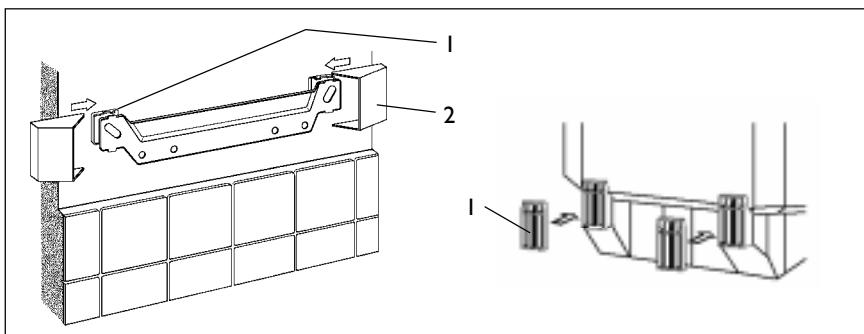

Рис. 7
- Неровности стены выровнять прилагающимися деталями крепежа (толщина 5 мм, рис.7, поз.1).